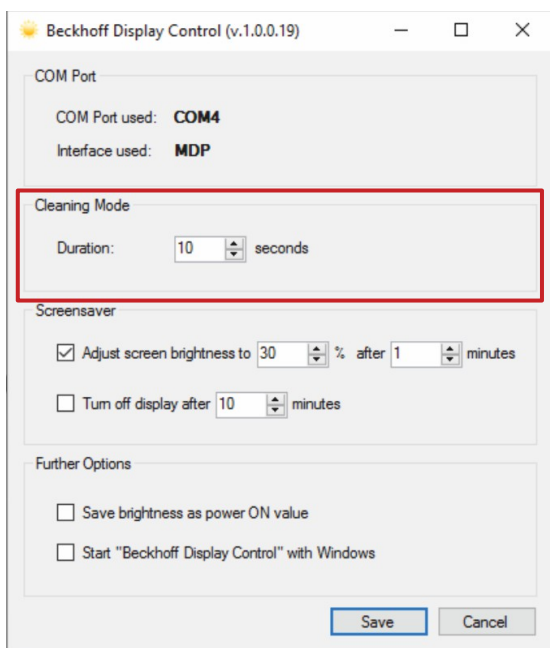

Abb. 38: CP32xx-1600\_Konfiguration „Cleaning Mode“
3. Wählen Sie den „Cleaning Mode“ aus (siehe Abb. 38).